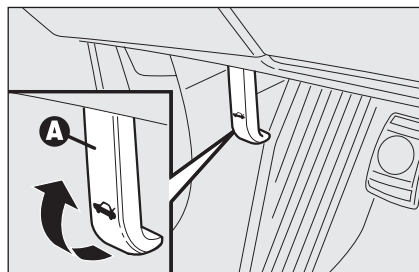

fig. 98
- ❑ tire de la palanca **A-fig. 98** hasta oír el “clic” de desbloqueo;